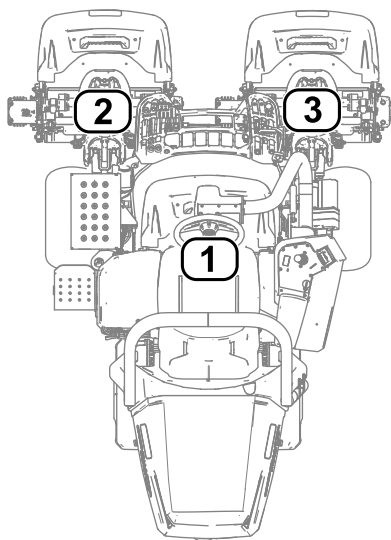

Figura 25
- **1** se referă la unitatea de tăiere centrală (Figura 25)
- **2** se referă la unitatea de tăiere stânga față (Figura 25)
- **3** se referă la unitatea de tăiere dreapta față (Figura 25)